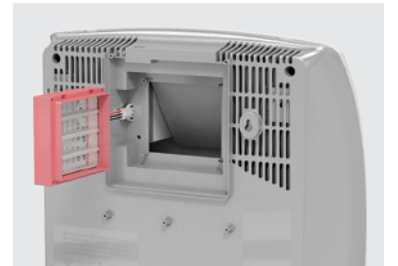

Рисунок 20
- 5. Подключите нагревательный элемент к разъему «мама» в приборе. Убедитесь, что соединение «мама-папа» надежно зафиксировано (рис. 20).